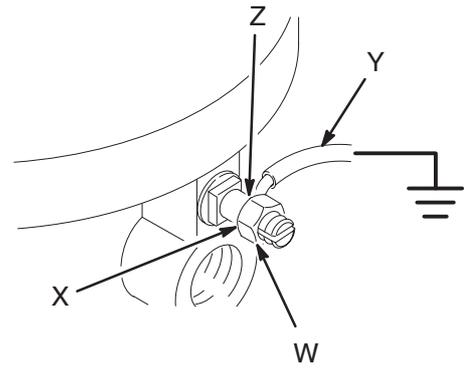

Abb. 1
1. *Pumpe*: Erdungskabel und Klammer verwenden. Siehe Abb. 1. Mutter (W) und Scheibe (X) der Erdungsöse lösen. Ein Ende eines 1,5 mm² dicken Erdungskabels (Y) in den Schlitz in der Öse (Z) schieben und die Mutter fest anziehen. Das andere Ende des Kabels an Erde legen. Zu bestellen: Erdungskabel und Klemme, Teile-Nr. 237569.
4. *Druckausgleichbehälter*: Erdungskabel und Klammer verwenden. Siehe Abb. 1.